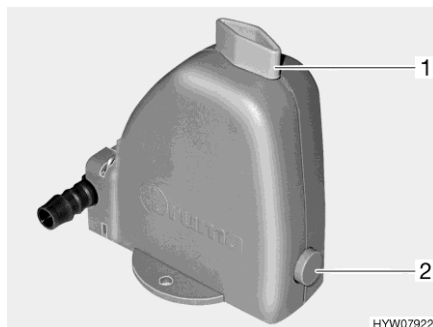

Fig. 90 Válvula de seguridad/purga
La calefacción está equipada con una válvula de seguridad/purga (Fig. 90). La válvula de seguridad/purga evita que el agua para la preparación de agua caliente se congele cuando no esté conectada la calefacción en caso de congelación.
- Cerrar la válvula de seguridad/purga. Para ello, girar el botón giratorio (Fig. 90,1) a la posición transversal en referencia a la válvula de seguridad/purga y hundir el botón (Fig. 90,2).
- Abrir la válvula de seguridad/purga. Para ello, girar el botón giratorio (Fig. 90,1) a la posición longitudinal en referencia a la válvula de seguridad/purga. El botón (Fig. 90,2) salta hacia fuera. El depósito de agua sanitaria se vacía hacia fuera a través de la válvula de seguridad/purga.